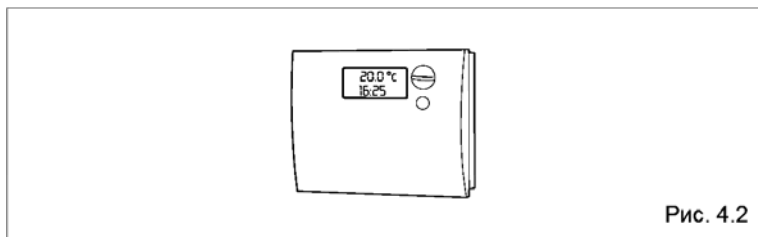

Рис. 4.2
- установите термостат в помещении на требуемую температуру ($\sim 20^{\circ}\text{C}$), либо, если в системе установлен программируемый таймер или устройство терморегулирования, убедитесь в том, что оно «активировано» и установлено ($\sim 20^{\circ}\text{C}$) (рис. 4.2)